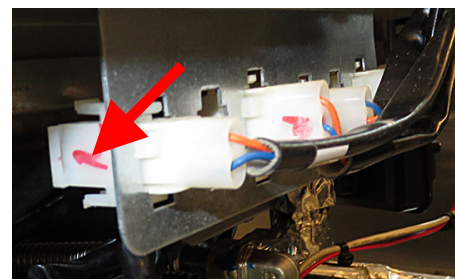

図 49
57. 付属の Loctite を使用して新しい上限を取り付け、コネクタを並べてマークします (図 49 を参照)。